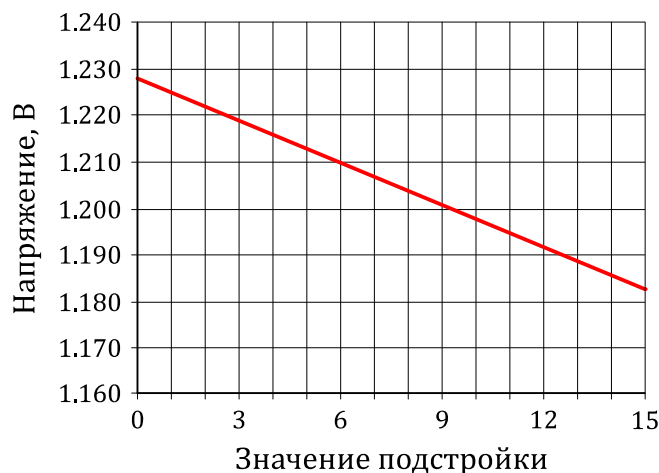

Рисунок 6.4 – Зависимость напряжения внутреннего источника от подстройки
**Внутренний источник напряжения 1.23 В** обладает высокой стабильностью и может быть использован для оценки точности опорного напряжения. Напряжение источника может быть подстроено в диапазоне 1.160 ÷ 1.240 В (рисунок 6.4). Для преобразования сигнала источника следует установить биты TS\_EN, TS\_BUF\_EN, SEL\_VREF, и выбрать для преобразования канал 30.